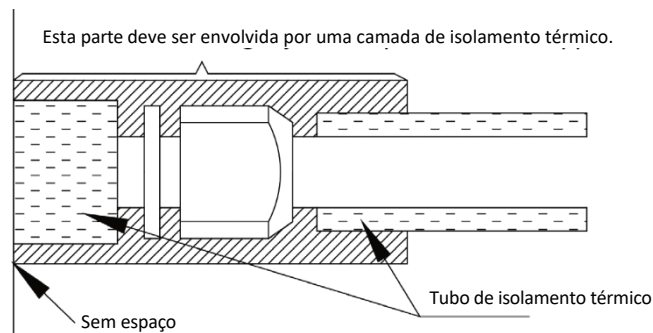

Fig. 22
- 4) As ligações nas unidades interior e exterior devem ser envolvidas com isolamento térmico e não devem deixar qualquer espaço entre o tubo e a parede. Ver Fig. 22.